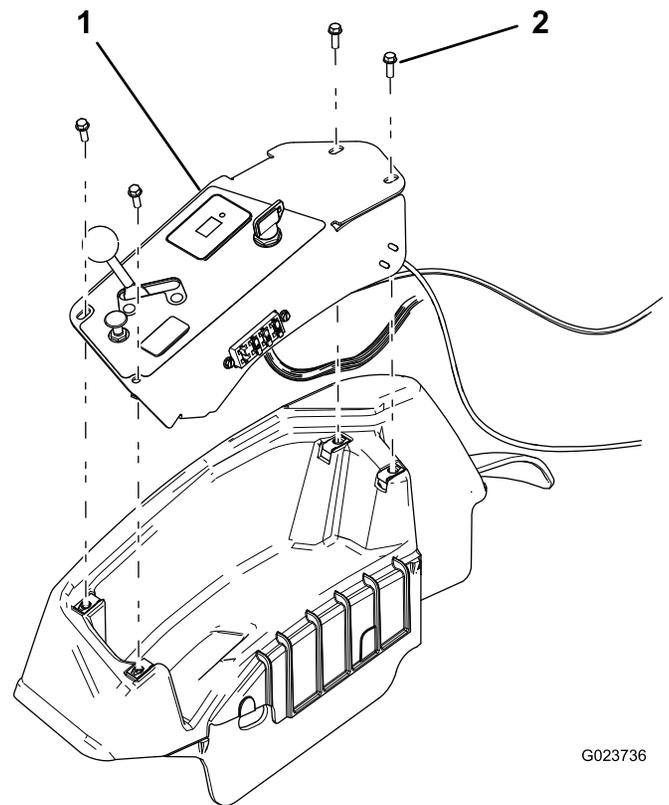

Bild 33
1. Nehmen Sie das Bedienfeld ab (Bild 33).